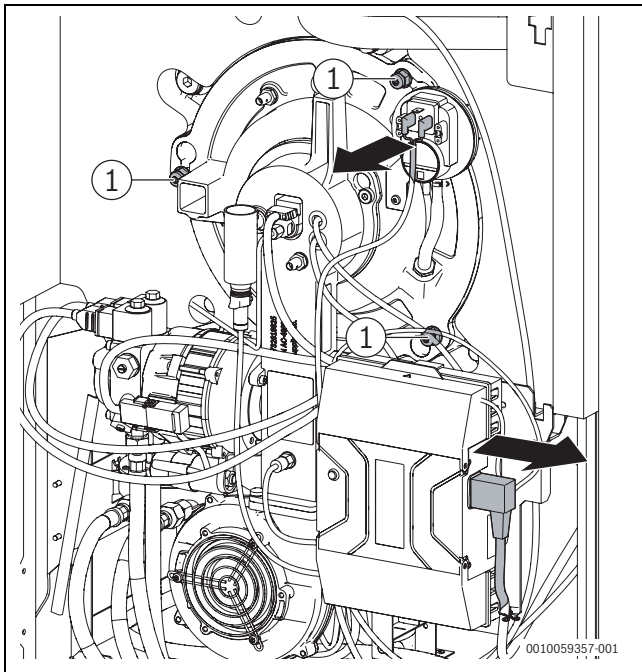

Bild 75 Muttern am Brenner
- 3 Muttern an der Bajonettbefestigung (→ Bild 75) am Brennerflansch lösen.